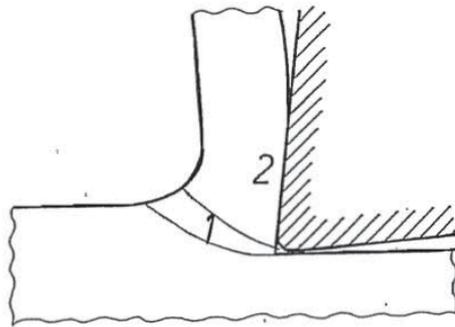

FIG. 5
- Le *copeau continu*, qui est la formation idéale pour les matériaux ductiles. C'est du reste le seul cas que l'on sache modéliser. L'analyse de ce copeau fait apparaître *deux* zones de déformation (*fig. 5*) : la zone de déformation primaire (1), située à la racine du copeau, et la zone de déformation secondaire (2) liée au frottement intense du copeau sur la face de coupe de l'outil.